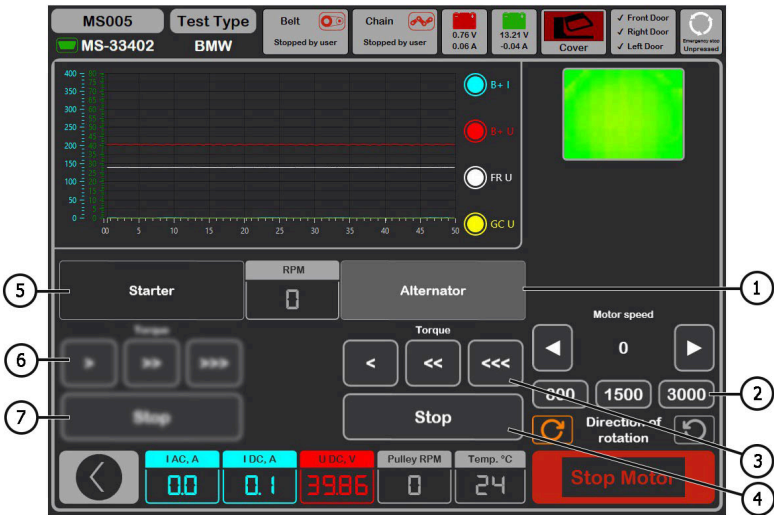

图 29. 48V 交流发电机检测模式菜单。
7.1. 在交流发电机检测界面（见图 29）选择 “Alternator” 模式（见位置 1）。